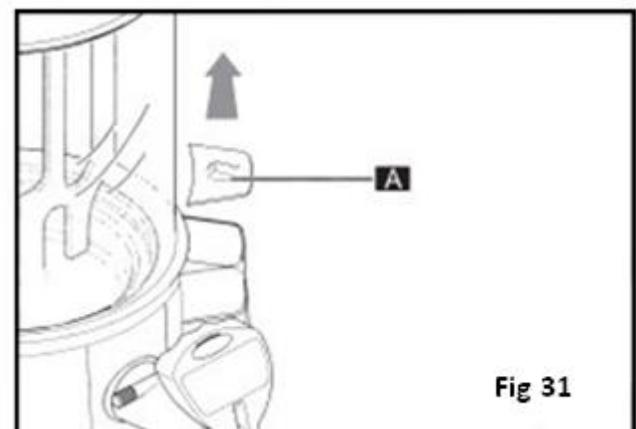

Fig 31
- Kappe abnehmen (A) (Abb. 31)